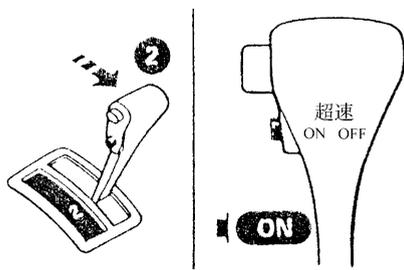

图 4-78 变速杆置于“2”位，超速档开关置于“ON”
(3) 将变速杆置于“2”位，超速档开关置于“ON”(图 4-78)。